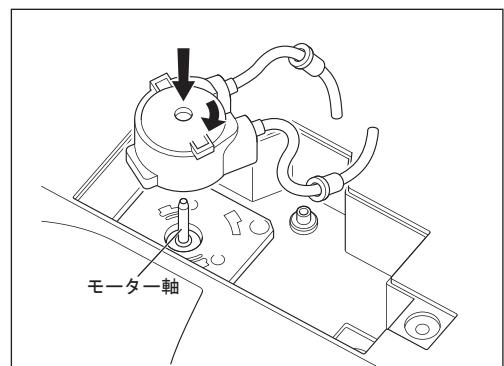

図58
- 7) 新しい注水ポンプ（別売品）をモーター軸にゆっくり挿し込み、右に「カチッ」と音がするまで回し、取り付けます（図58）。